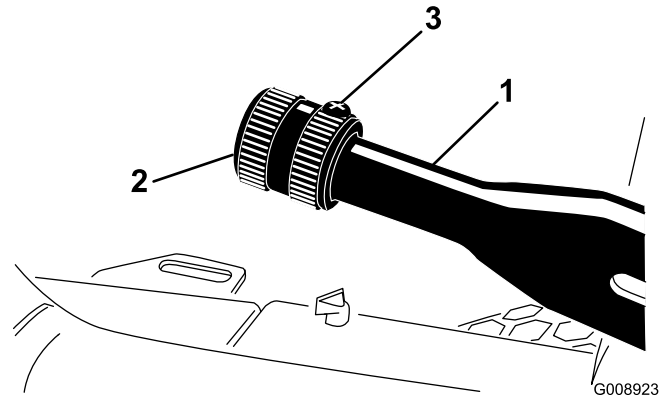

Bild 68
- Lockern Sie die Stellschraube, mit der das Handrad am Feststellbremshebel befestigt ist (Bild 68).